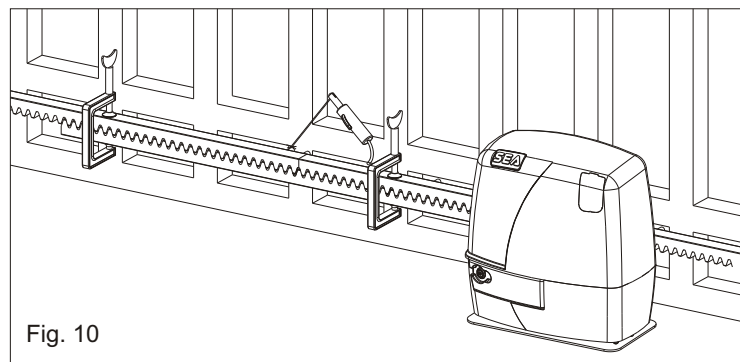

Fig. 10
5.4. S'assurer que tous les éléments de la crémaillère sont parfaitement alignés et positionnés correctement (denture en phase). Il est conseillé d'opposer à deux éléments successifs un troisième comme indiqué dans Fig. 10;